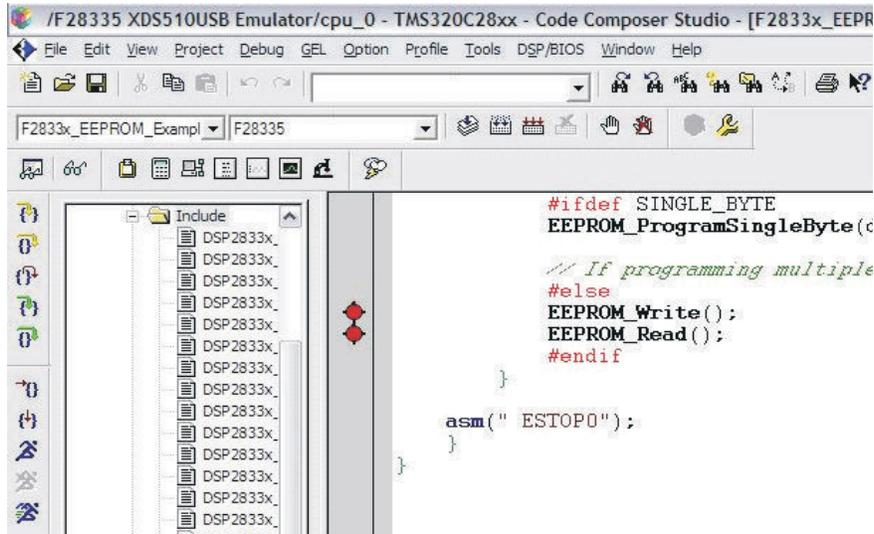

图 4-5. 断点
9. 设置断点，以正确地查看写入存储器窗口中的内存的数据和从存储器读取的数据，如图 4-5 中所示。